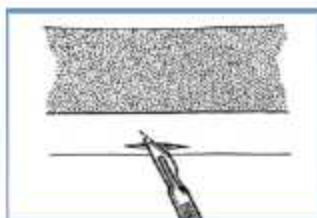

Figura 1: Incisión en la piel.
- Los tornillos se insertan primero en el segmento más corto o más difícil. Se requiere una incisión larga en la piel para cada tornillo para que la piel alrededor del tornillo no esté demasiado tensa. Esto muestra la incisión realizada para el primer tornillo. (Figura 1)